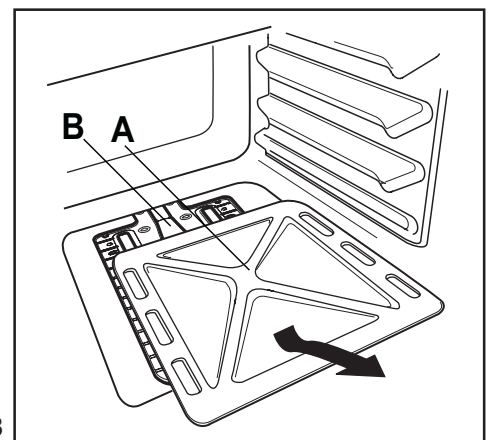

Fig. 28
1. Rimuovete il fondo del forno (Fig. 28 - A) che ricopre il bruciatore (Fig. 28 - B).